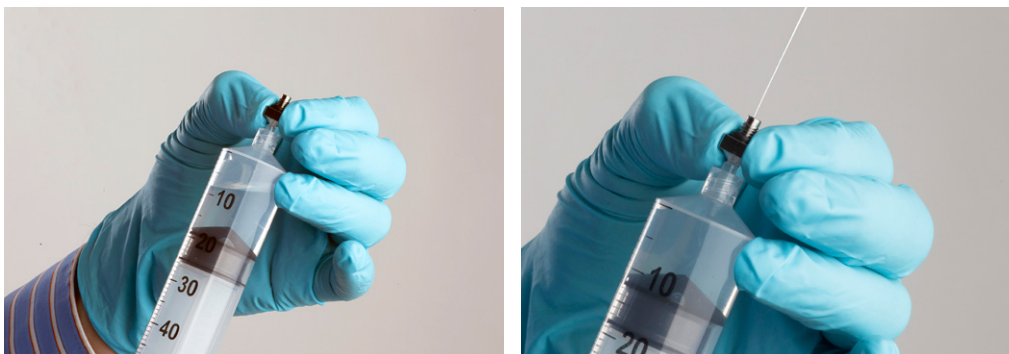

図 7-1：ノズルの洗浄手順
3. 必要に応じてノズルを滴下ノズルから取り外し、脱イオン水または適切な溶剤ですすいであら（図 7-1 参照）圧縮空気を吹き付けて乾かします。
ノズルを取り外します。図 7-1 のようにノズルに空気または水を通します。